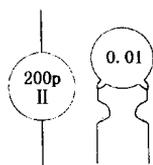

图 1-2-3
(2) 陶瓷电容。它是以陶瓷为介质，两面喷涂银层加工而成的。常用陶瓷电容有片状和管状的，图 1-2-3 是片状电容的外形。这类电容体积小，绝缘电阻高，能长期工作不老化，且价格便宜，但容量小。